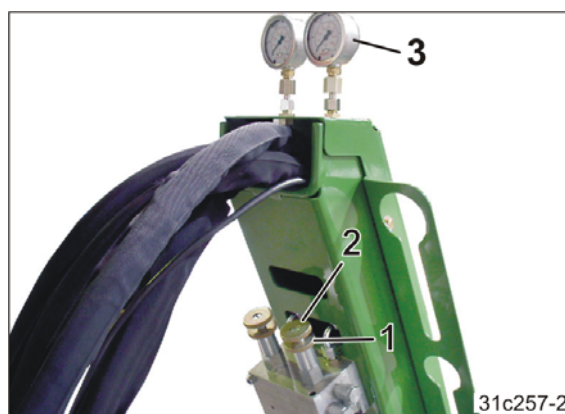

Fig. 168
1. Løsn kontramøtrikken (Fig. 168/1).
2. Indstil skærtrykket ved at dreje på ventilskruen (Fig. 168/2).
- Aflæs trykket på manometeret (Fig. 168/3).